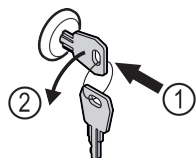

Fig. 124
- ▶ Włożyć kluczyk. Fig. 124 (1)
- ▶ Przekręcić kluczyk o 90° w lewo. Fig. 124 (2)